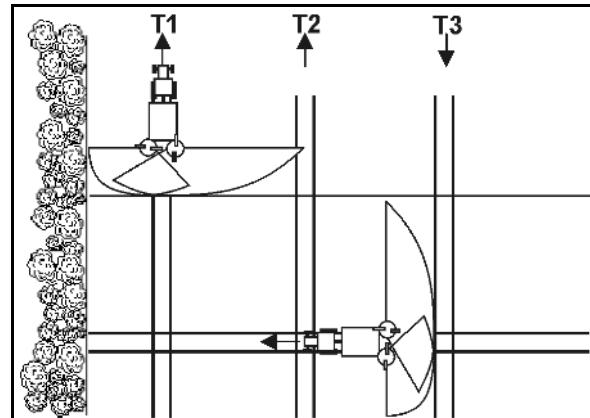

Fig. 44
1. Grensespredning ifølge gjødslingsforskriftene (Fig. 44):